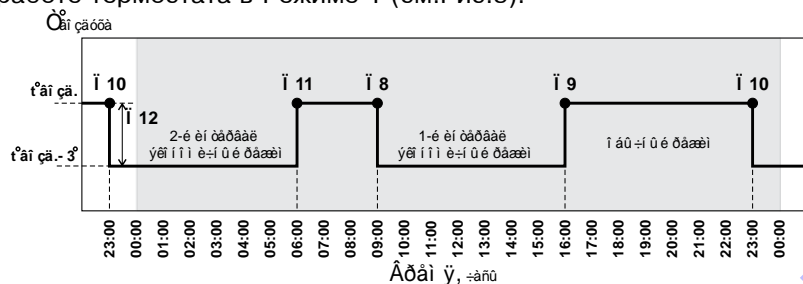

Рис.5 График температуры воздуха в помещении для Режим 1.
**Режим 1 (рабочий день)** – режим состоит из двух запрограммированных интервалов, которые повторяются каждые сутки. В каждом интервале температура воздуха в помещении понижается на три градуса и электроводонагреватель работает в экономичном режиме. На заводе-изготовителе запрограммированы интервалы, которые показаны на графике температуры воздуха в помещении при работе термостата в Режиме 1 (см.Рис.5).